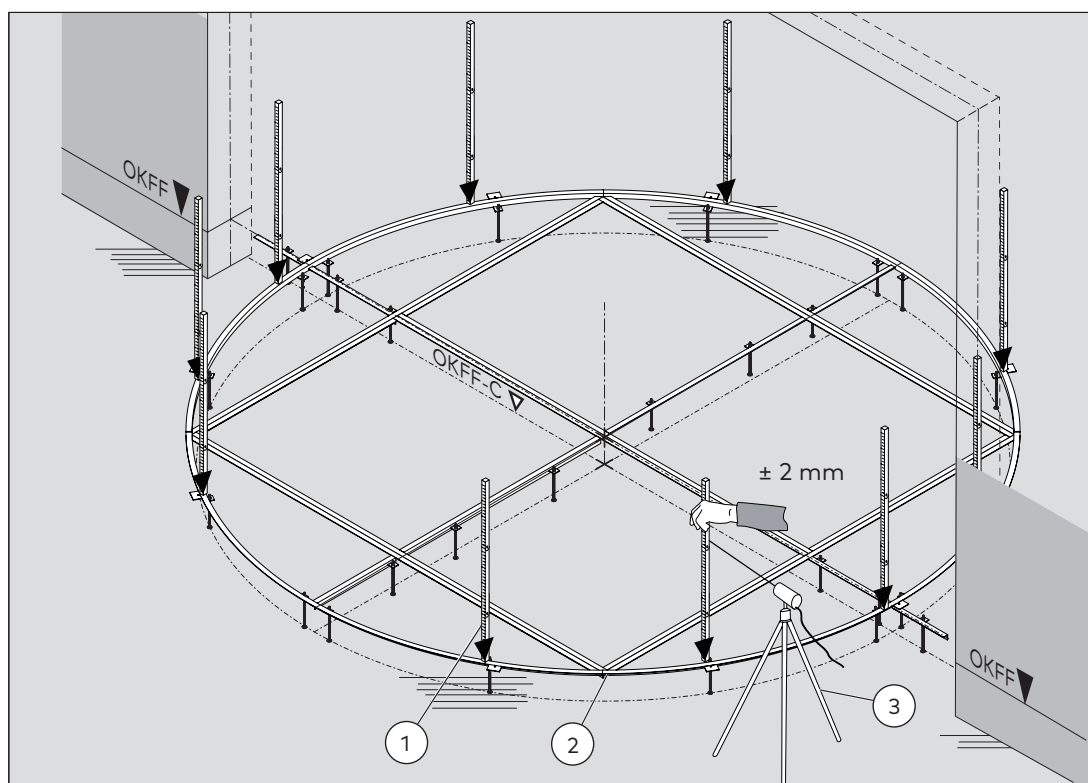

Abb. 17 Bodenring nivellieren
1. Lasernivelliergerät (Abb. 17/3) vor dem Bodenring (Abb. 17/2) waagrecht aufstellen.
2. Referenzpunkt wählen, dazu die Nivellierlatte (Abb. 17/1) senkrecht auf einen beliebigen Punkt auf den Bodenring stellen.